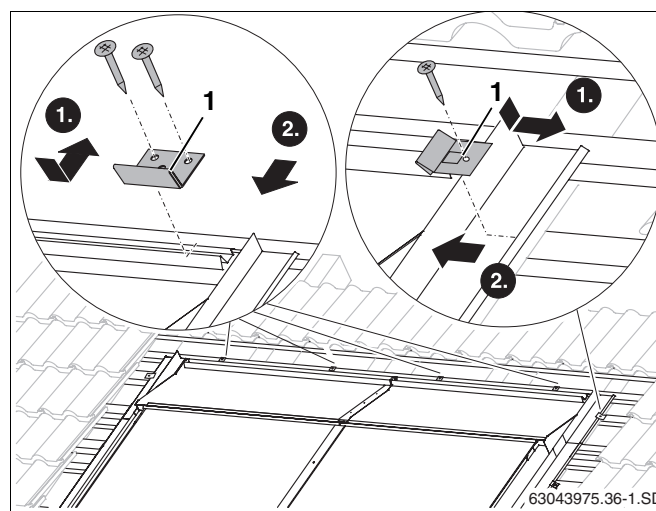

Рис. 59 Крепление накладных листов прихватами
- Уложить прихват (рис. 59, поз. 1) в кант накладного листа.